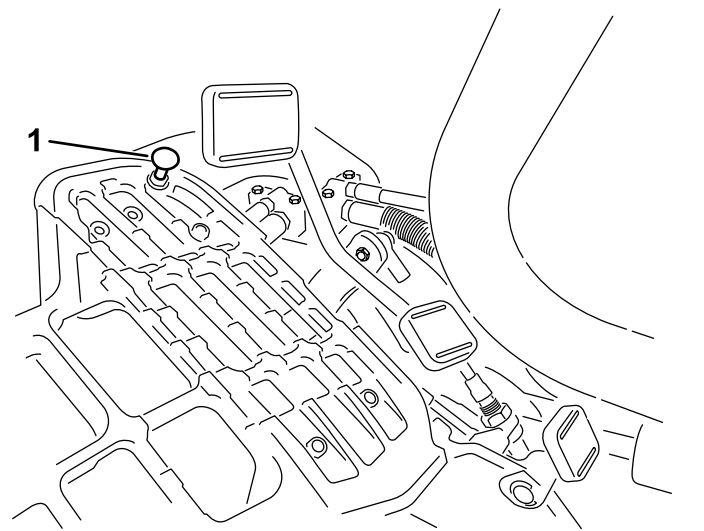

図 45
1. モードレバーを移動走行位置にセットし、ペダルストップを固定しているロックナットをゆるめる 図 45。
モードレバーを移動走行位置にセットし、ペダルを一杯に踏み込めば最高速度となります。ケーブルに張力が掛かる前にペダルがストップ 図 45 に当たる場合には調整が必要です。